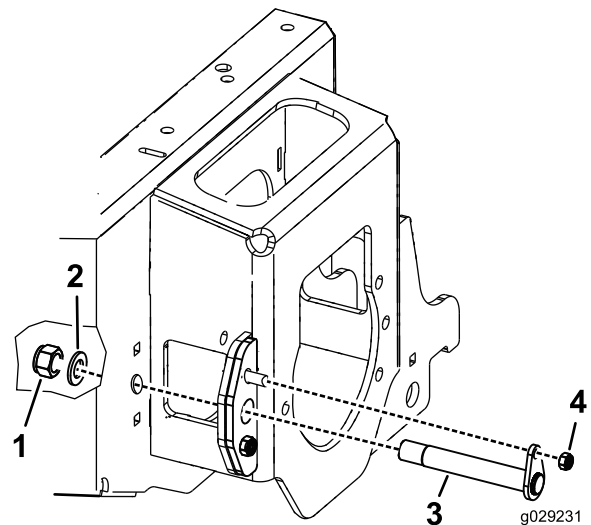

Figura 2
9. Instale el pasador del brazo desde el exterior de la máquina a través de la chapa de desgaste y el casquillo del soporte del brazo de elevación (Figura 2).
10. Sujete el pasador al interior del chasis con la tuerca y la arandela M24 (Figura 2).